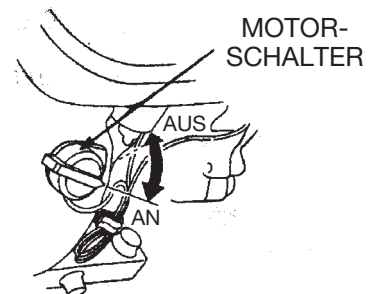
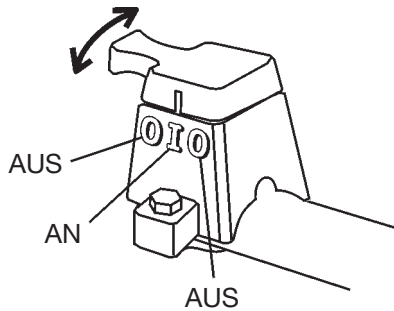

Abb. 17. Motorschalter (am Motor)
Abb. 18. Motorschalter (auf Griffstange)
- Den **MOTORSCHALTER** am **MOTOR** (Abb. 17) auf "ON" (EIN) stellen. Den **MOTORSCHALTER** an der **GRIF-STANGE** (Abb. 18) auf "ON" (EIN, Mittelstellung) stellen.
Der **Motorschalter** auf der Griffstange (Abb. 18) dient sowohl als **Not-Aus-Schalter** für den Motor als auch als Hauptschalter des Geräts. Er ermöglicht ein Abschalten des Fugenschneiders in sicherer Entfernung von beweglichen Teilen.